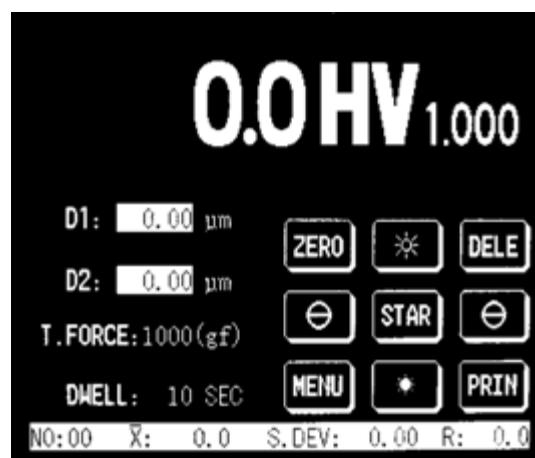

Abbildung 4-1b MV-100A Touch Screen
**MV-100A** Unterstützen nicht diese Funktion. (Siehe Abbildung 4-1b).